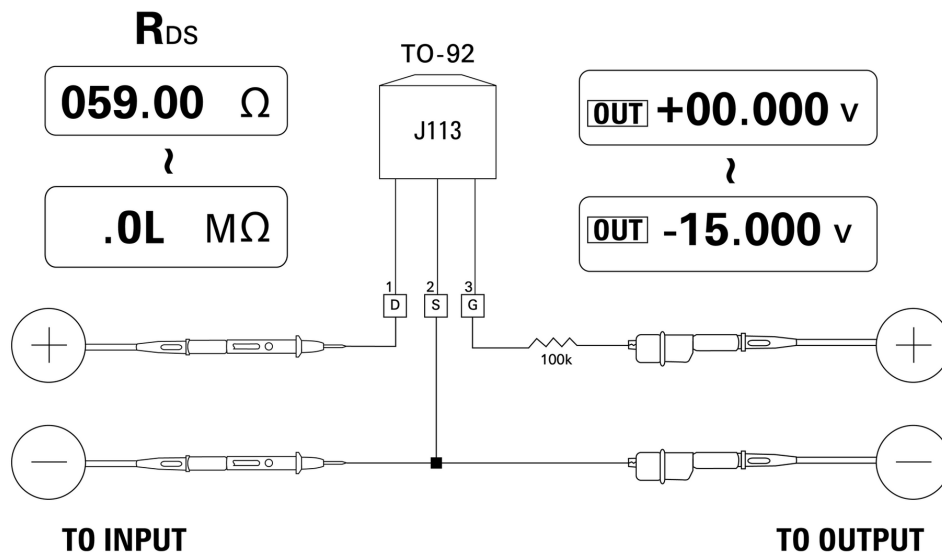

Figura 5-11 JFET de canal n
- 4 Diminua gradualmente a saída de tensão de +00,000 V para -15,000 V. O valor R_{DS} aumentará de acordo (Figura 5-11 na página 106).